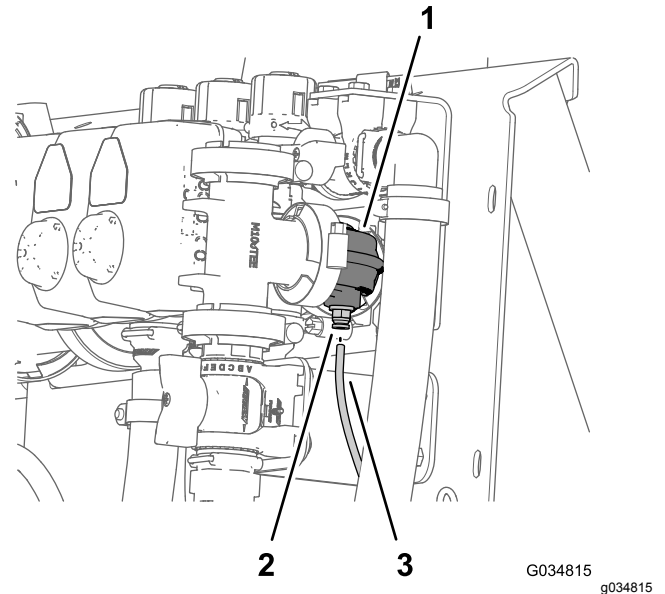
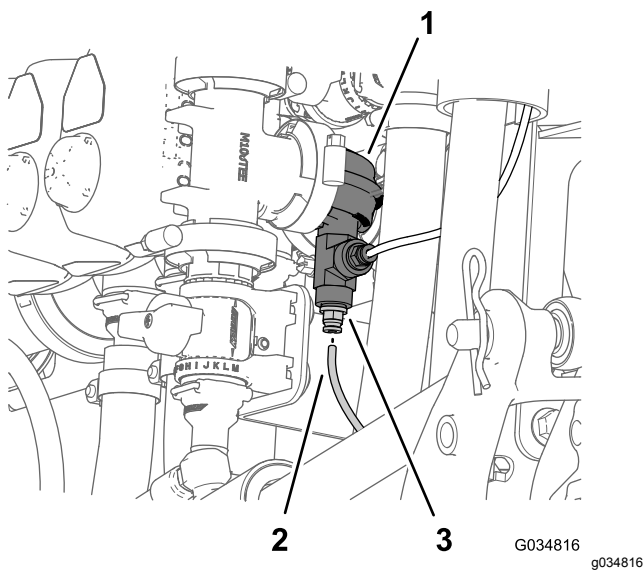

Figure 12
Figure 13
1. Poussez la bague de blocage du raccord de tube dans le raccord coudé à 90° de la vanne de section de rampe droite (Figure 12 ou Figure 13).
2. Tirez le tube de détection de pression de planche de bord hors du raccord de tube (Figure 12 ou Figure 13).